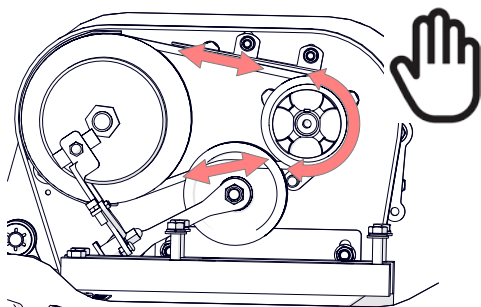
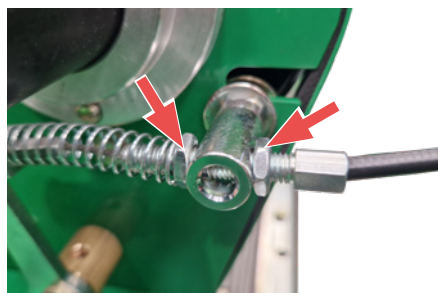

Fig.17I - Vérifiez qu'une tension adaptée est appliquée en déplaçant la poulie à la main.
Fig. 17J - Tendre en ajustant les écrous en conséquence.
11. Engagez le levier de l'entraînement. Assurez-vous que, lorsque l'arbre de sortie est tourné (manuellement), la courroie se déplace et fait tourner la poulie de l'arbre d'entraînement (Fig. 17I). Pour ce faire, réglez la tension du câble et du bras (fig. 17J). Le réglage de la tension modifie également le point d'engagement du levier d'entraînement et de la poulie, ce qui se traduit par une accélération plus rapide ou plus lente : réglez-le selon vos préférences.